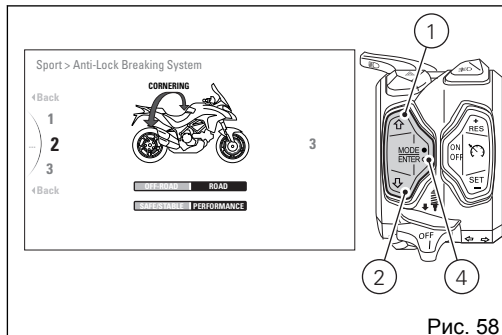

Рис. 58
Посредством кнопок (1) и (2) выберите новый уровень срабатывания. Для каждого выделенного уровня на черном фоне будет показано соответствующее ему значение в центральной таблице. Кроме того, указывается уровень срабатывания тормозной системы голубым цветом: надпись «!**FRONT ONLY**» (Рис. 57) только для переднего активного тормоза, надпись «**CORNERING**» (Рис. 58) для активной функции Cornering.